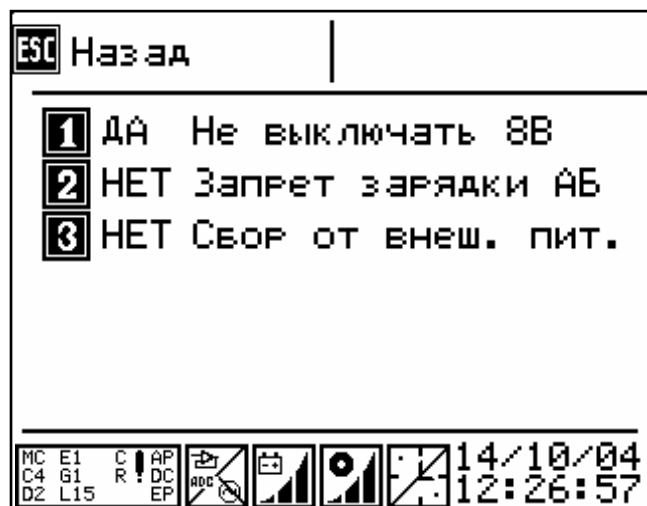

Рисунок 6.13
- кнопка **4**– настройки режима питания регистратора (рисунок 6.13);
В данное меню (рисунок 6.13) переход осуществляется по кнопке **4** из меню на рисунке 6.9 или последовательным нажатием кнопок **5 - 4** из главного меню.
Описание кнопок (рисунок 6.13):